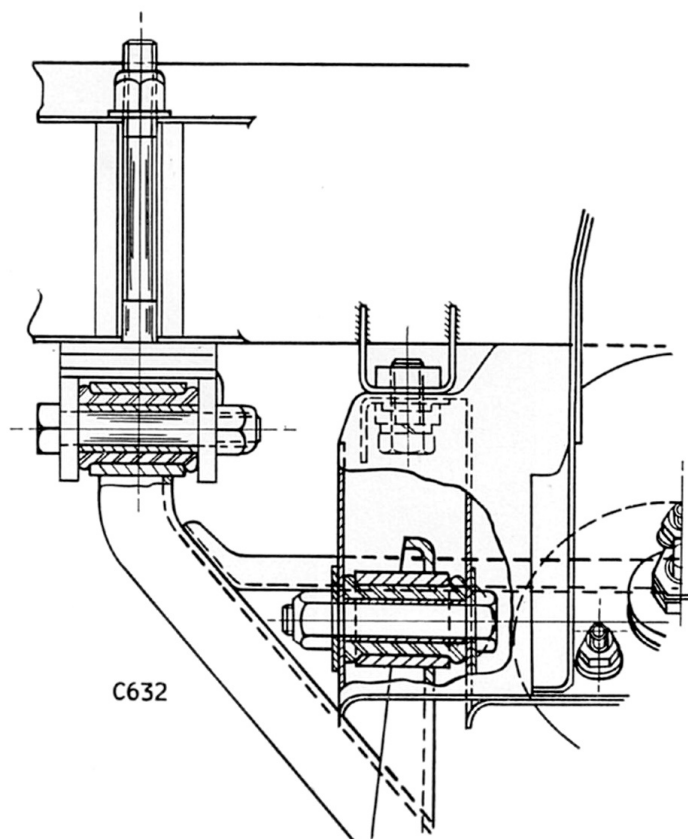

Fig. 14. Vue en coupe des pivots inférieurs et supérieurs
1. Au moyen d'une presse ou d'un outil approprié, enfoncer les coussinets de caoutchouc (13) dans les yeux aux extrémités intérieures du triangle supérieur (10) et (12) et du triangle inférieur (35) jusqu'à ce qu'ils sortent de manière égale de chaque côté des yeux, comme indiqué sur la Fig. 14.